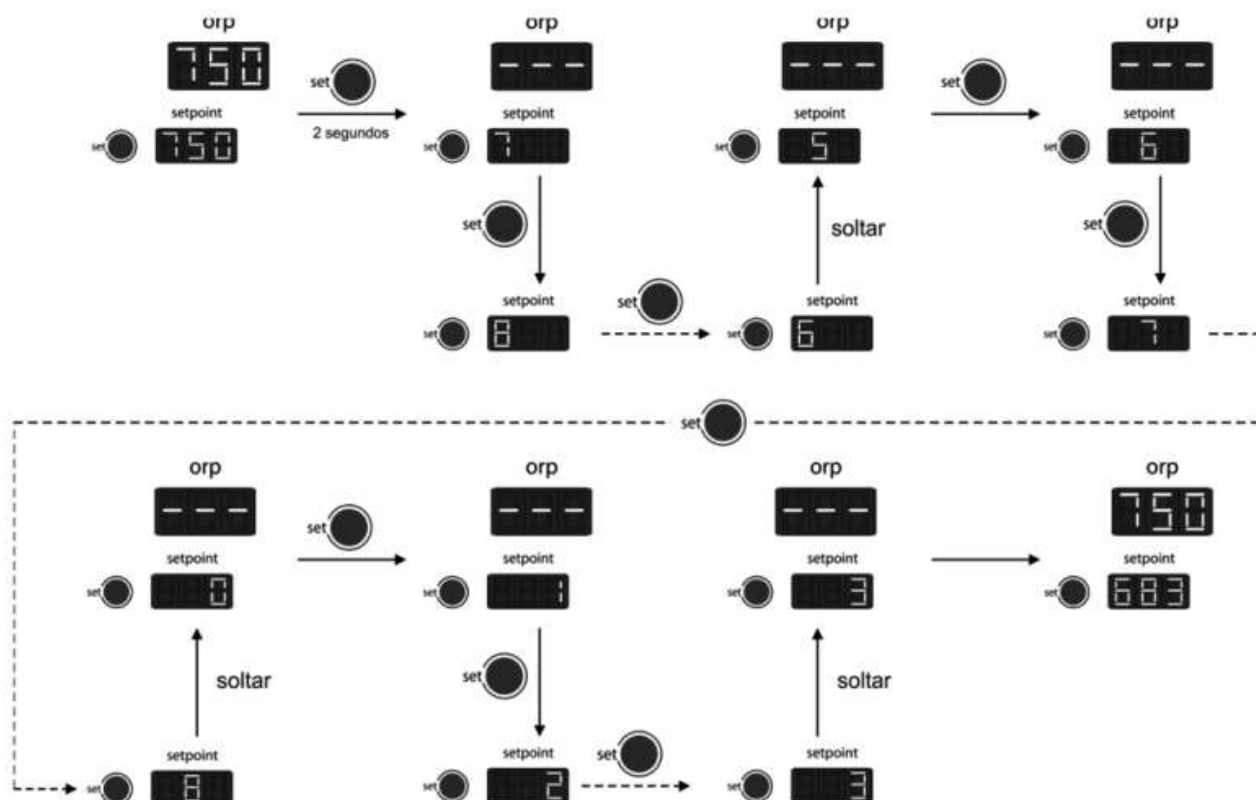

Fig. 2.3
- Modo manual: Para determinar a referência de forma MANUAL, mantenha pressionado o botão “SET” [13] (desligar-se-á a tela superior) até que se ouça um “beep”, soltando-o logo após. Destacar-se-á o primeiro dígito da tela vermelha. Mantendo-se a tecla “SET” [13] pressionada, determine o valor das centenas desejado. Uma vez determinado, solte a tecla. Repita tal operação com os dígitos das dezenas e unidades (Fig. 2.3)